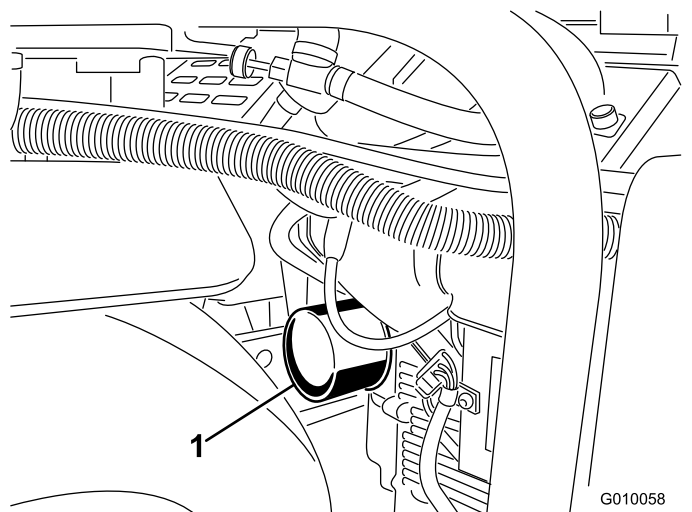
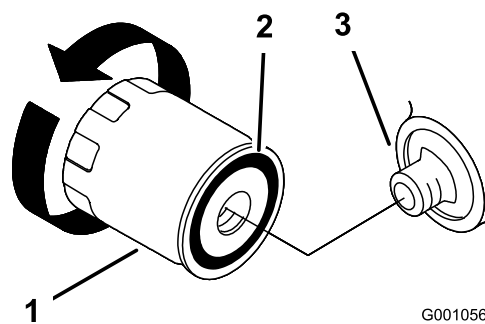

Рисунок 44
Рисунок 45
- Для сбора масла разместите под фильтром мелкий поддон или ветошь (Рисунок 44).
- Извлеките старый фильтр (Рисунок 44 и Рисунок 45) и протрите поверхность прокладки переходника фильтра.